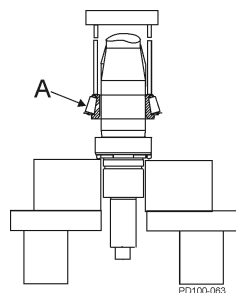

Figura 49 - Presione el cono inferior en el eje
3. Levante el conjunto del cono inferior y el rodillo (Figura 49, artículo A) fuera de la pila de rodamientos y colóquelo en el eje con el radio hacia abajo. Presione sobre el eje hasta que se asiente contra el hombro del eje. **Presione solo en el cono interno.**